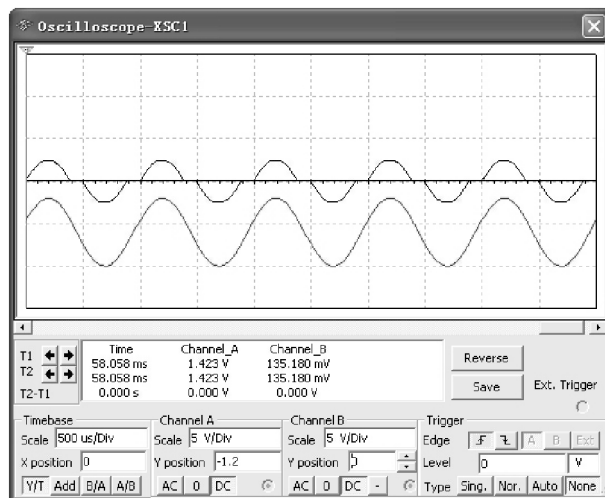

图 6-31 乙类功率放大器仿真波形
- (2) 单击仿真开关激活电路。示波器屏幕显示的输出波形有交越失真,如图 6-31 所示。